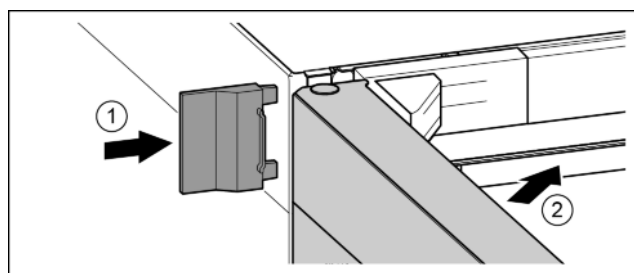

Fig. 17
- ▶ Надвинуть внешнюю крышку. Fig. 17 (1)
- ▶ Закрыть верхнюю дверь. Fig. 17 (2)